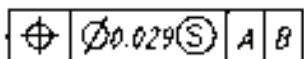

图 5-77 创建带引线的形位公差
6) 系统弹出“形位公差”对话框。利用该对话框创建所需形位公差的特征控制框。创建好的特征控制框将附着到引线的端点，如图 5-77 所示。